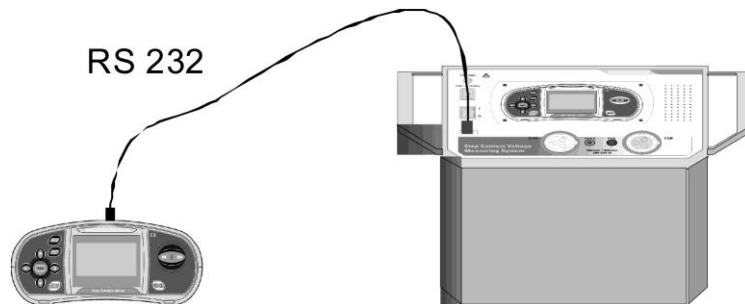

Fig. 20: Conexión entre las unidades para su sincronización
- 6 Conecte la unidad voltimétrica a la unidad de potencia mediante el cable RS-232 proporcionado en dotación (vea Fig. 20)
- 14 Conecte la unidad voltimétrica a la unidad de potencia mediante el cable RS-232 proporcionado en dotación (vea Fig. 20)